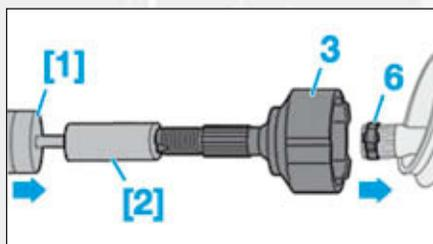

FIG.13
- Reposer le bol (3) sur l'arbre de transmission à l'aide des outils [1] et [2] (Fig.13).
- Déposer le collier de serrage (6).
- le soufflet de transmission (3) (Fig.13).